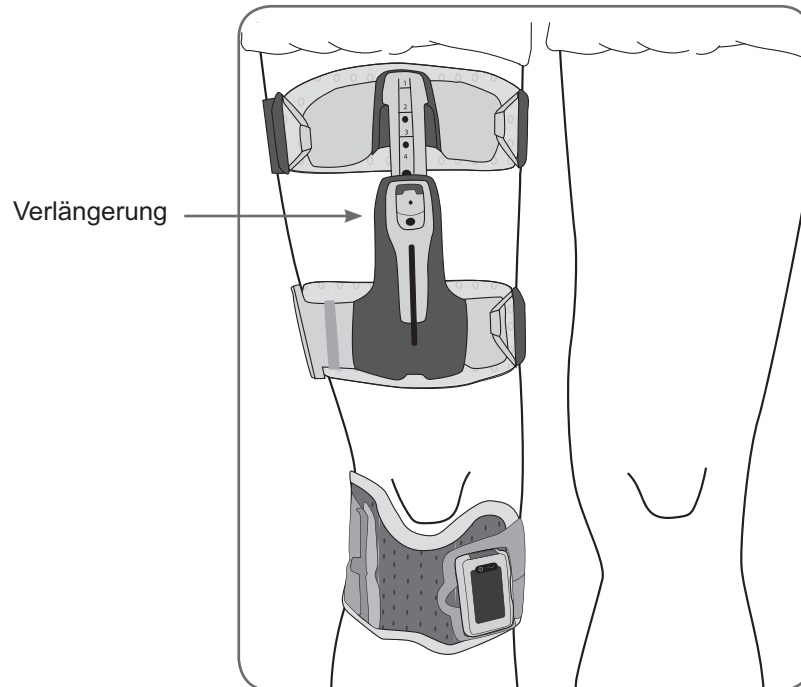

Abbildung 7-6: Korrekt auf dem Quadrizeps platzierte Oberschenkel-FS-Manschette
4. Zentrieren Sie die Verlängerung auf der Mittellinie des Oberschenkels (siehe Abbildung 7-6).